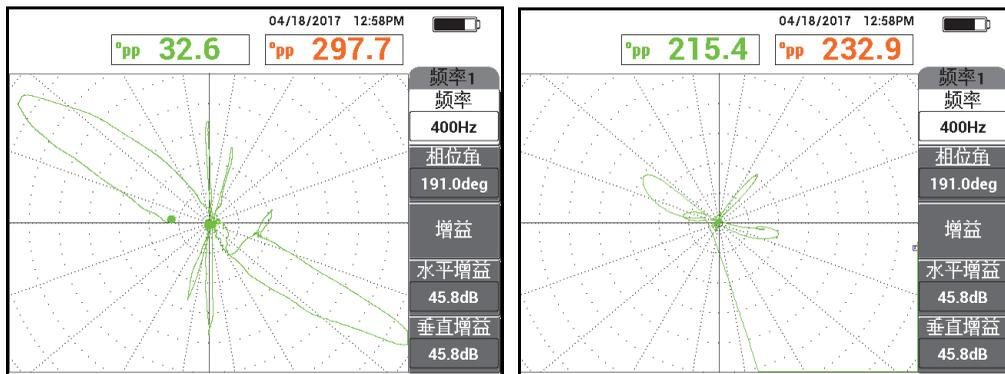

图 5-197 慢速扫查（优化的信号，左图）和快速扫查（丢失了信号，右图）
7. 慢慢地扫查管件的整个长度，扫查完成后按冻结键 (❄️) (参见第 250 页的图 5-197)。